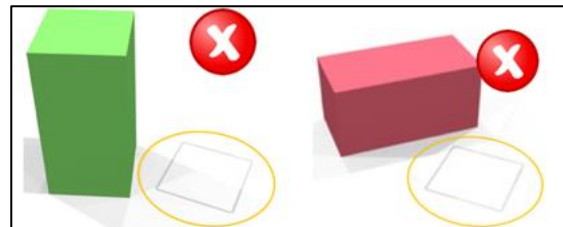

Bild 17: Hindernis vollständig aus der Markierung herausgeschoben
- 9.5.4. ein **Hindernis** vollständig **aus seiner Kreismarkierung** herausgeschoben wurde (s. Bild 17)